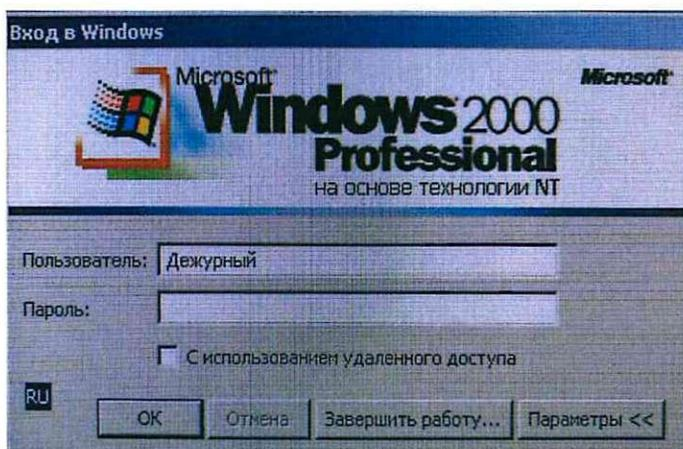

Рисунок 1. Включение АРМ ДСП.
7.1.3 Включить системный блок АРМ ДСП, находящийся в резерве, после выполнения загрузки Windows и появления окна ввода логина и пароля вводим логин «дежурный» без пароля (Рисунок 1).